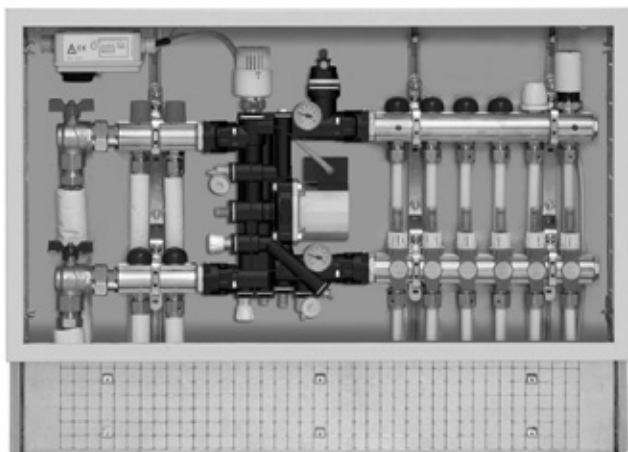

Рис. 8
- Подключить трубопроводы подачи и возврата, соответствующие контурам напольной и радиаторной системы, в соответствии с примером на Рис. 8.